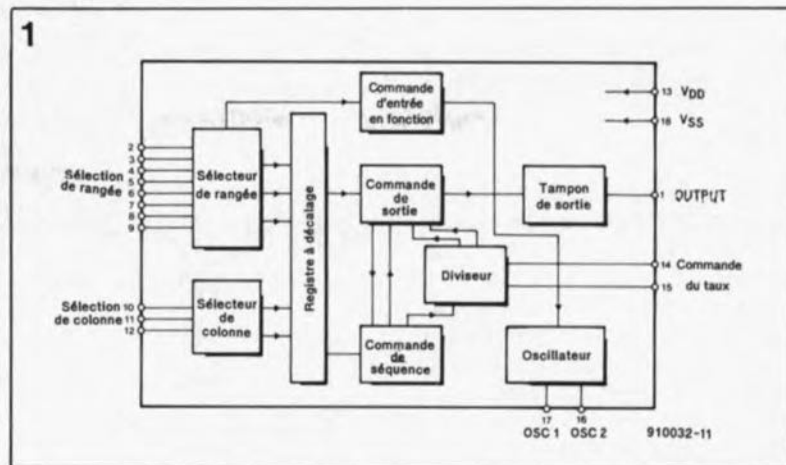

Figure 1. Le cœur de l'émetteur est un circuit intégré fort intéressant, le MV500 de Plessey, intégrant un circuit de commande d'entrée en fonction automatique.
Le circuit intégré MV500 de Plessey, dont on retrouve la structure interne en **figure 1**, constitue le cerveau de l'émetteur. Ce composant intègre presque toute l'électronique nécessaire pour disposer d'un émetteur à 32 canaux. Normalement, il suffit de lui adjoindre un clavier disposé en matrice 8 x 4, un étage de commande pour la LED infrarouge (IR) et un résonateur céramique.
Au repos (standby), seul le circuit de commande d'entrée en fonction (voir figure 1) est relié à la tension d'alimentation. Ce sous-ensemble surveille en permanence le sélecteur de rangées et, dès l'action sur l'une des touches, applique la tension d'alimentation au reste du circuit.